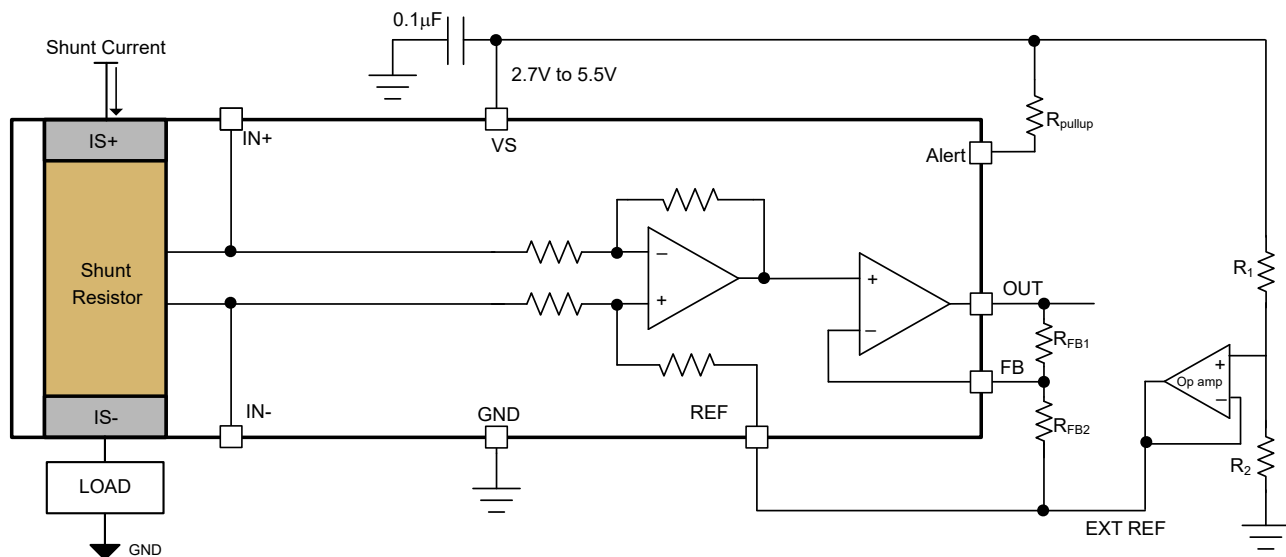

図 6-6. 中間電圧出力
**図 6-6** に、 $V_S$  ピンと GND ピンの間に接続された 2 つの等しい抵抗  $R_1$  および  $R_2$  により電源が半分に分圧され、REF ピンを分圧された電源に接続することで、出力は中間電圧に設定されます。これらの抵抗の中間点は、外付けオペアンプを使用してバッファされ、抵抗の負荷によって誤差が生じることを防止します。シャント抵抗に差動入力電圧がない場合、出力は電源の中間に設定され、電流が 0A になります。この方法は、電源電圧に対して比率オフセットを作成し、内部シャント抵抗器に 0A の電流が流れるときに出力電圧が  $V_S / 2$  のままになります。